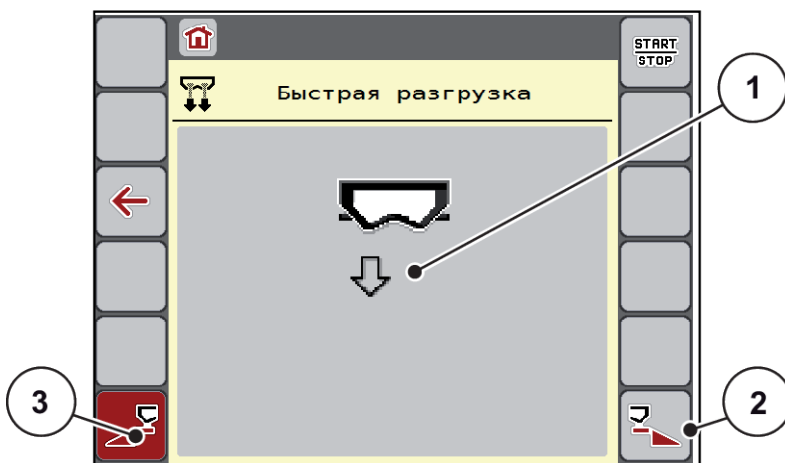

Рис. 21: Меню Быстрая разгрузка
*На дисплее отобразится выбранная секция в виде символа (Рис. 21, позиция [3]).*